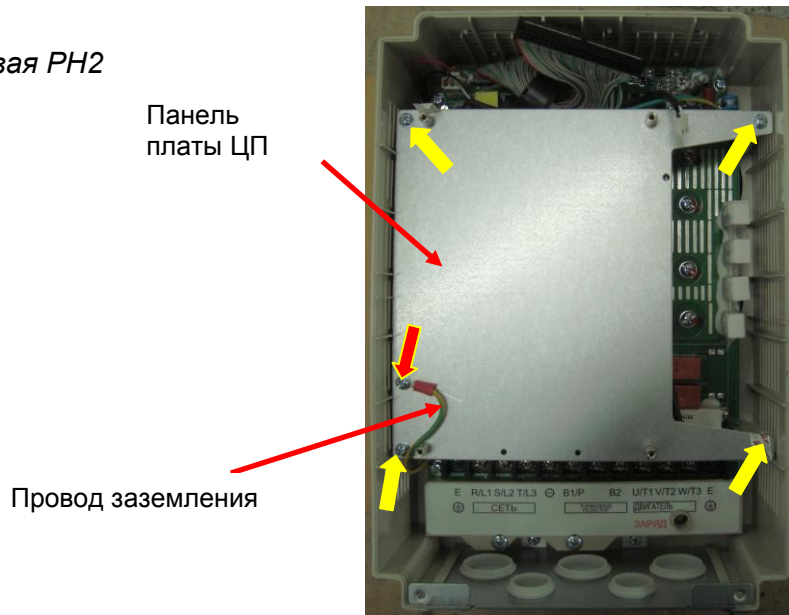

Рис. 6.7
**6.4.1.** Выкрутить винт крепления провода заземления (красная стрелка, рис.6.7), четыре винта крепления панели платы ЦП (желтые стрелки, рис.6.7), демонтировать панель и положить в тару.